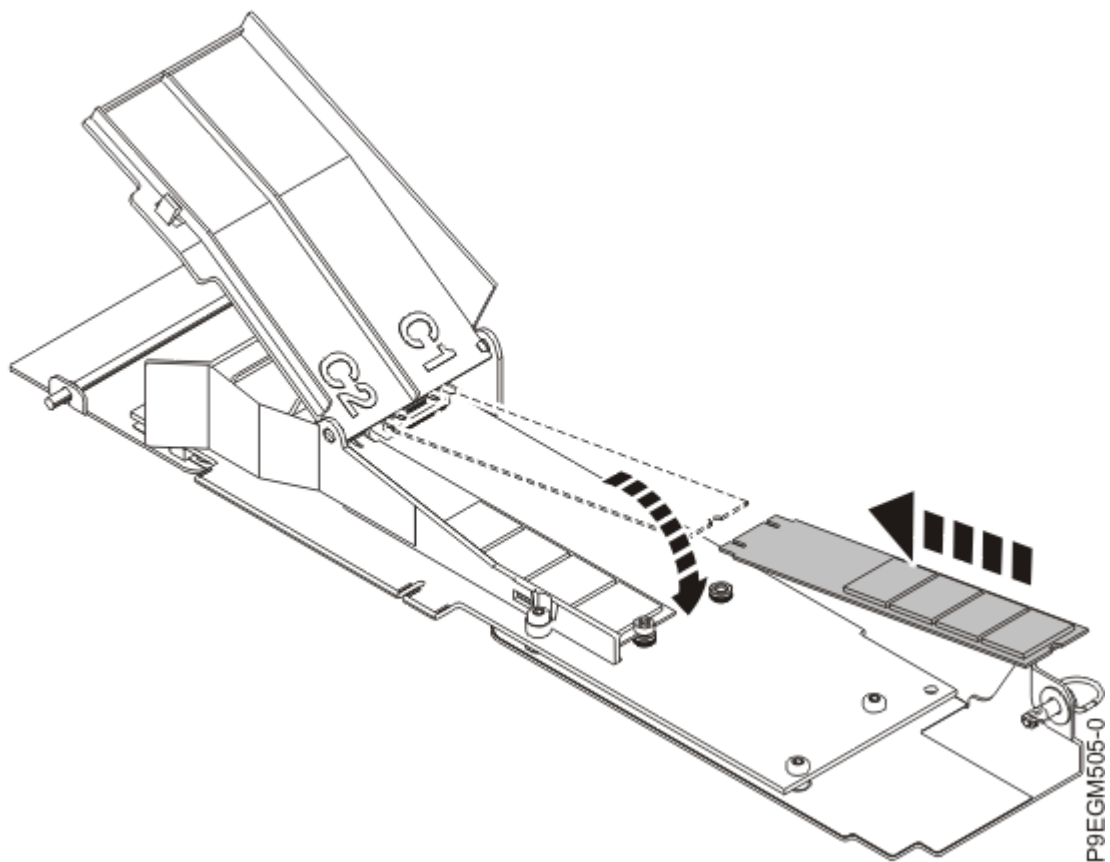

Figure 8. Installation d'un module flash NVMe M.2
3. Faites glisser l'un des nouveaux modules flash NVMe M.2 dans le connecteur de la carte porteuse NVMe M.2. Voir Figure 8, à la page 11.